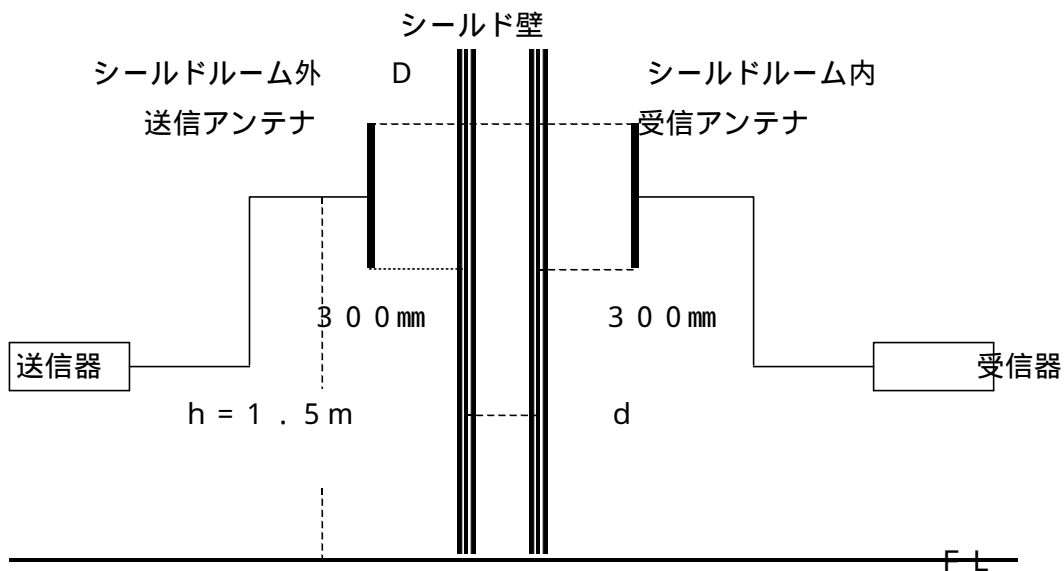

図 2 シールド減衰量測定 / 測定時セットアップ
- 1) 図 2 の通り、シールド壁を介して送・受信アンテナをセットする。